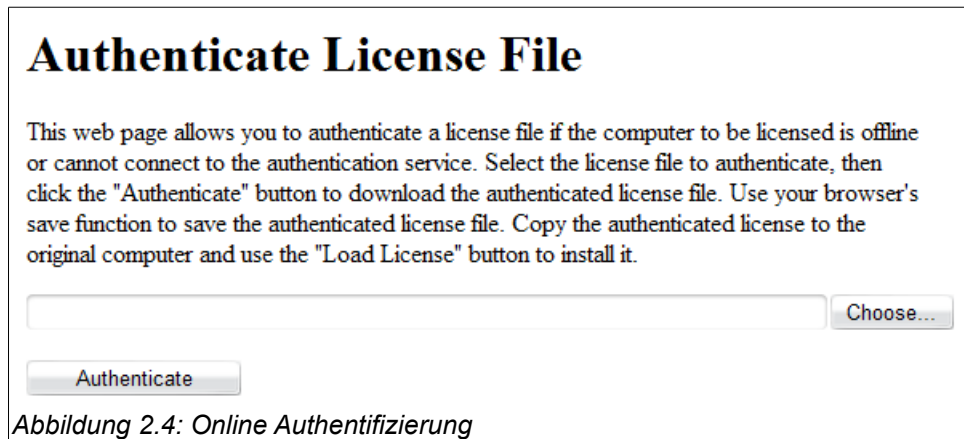

Abbildung 2.4: Online Authentifizierung
2. Kopieren sie die Lizenzdatei auf einen PC mit Internetzugang (bzw. auf einen USB Stick) und öffnen sie sie Internetseite <http://www.cynox-support.de/ilsauth/AuthenticateFile.aspx> in einem Web-Browser ihrer Wahl. Es erscheint die Internetseite aus Abbildung 2.4. Wählen sie ihre Lizenzdatei über die Schaltfläche „Choose...“ aus und klicken sie danach die Schaltfläche „Authenticate“. Wenn der Vorgang erfolgreich war, können sie die authentifizierte Lizenz in eine Datei speichern.